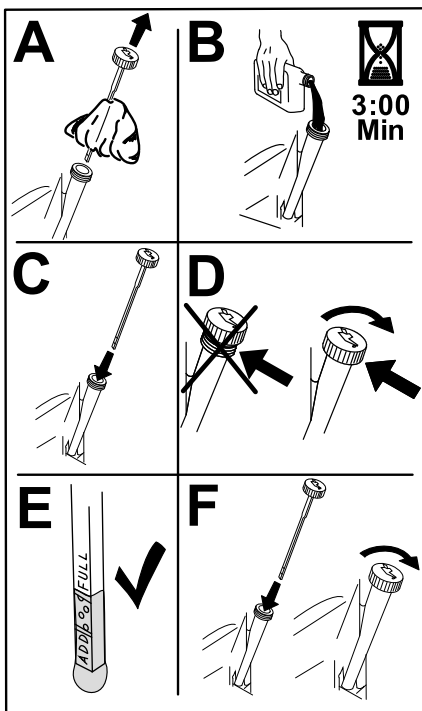

Figure 40
6. Versez lentement environ 80 % de l'huile spécifiée dans le tube de remplissage, puis faites l'appoint lentement jusqu'à ce que le niveau atteigne le repère maximum (Full) (Figure 40).